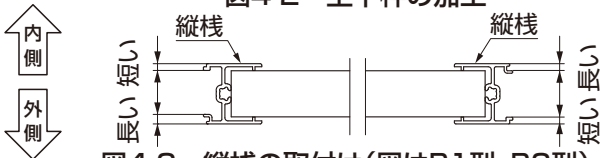

図4-3 縦棧の取付け(図はB1型、B3型)
- 縦棧は内外の向きに注意して取付けてください。(図4-3参照)
③ 上棧、下棧にφ5.0の穴をあけてください。(※1)